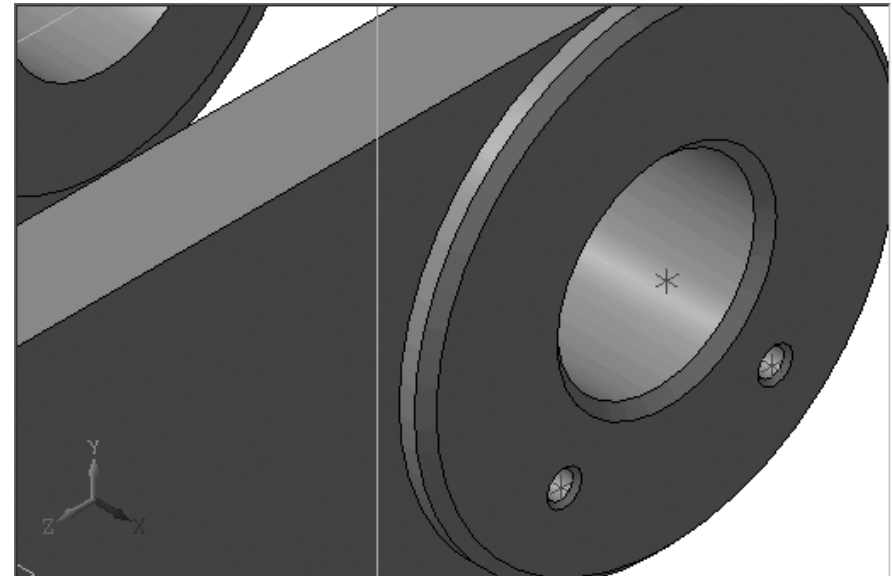

Рис. 3.83. Результат построения фасок на отверстиях под болты
- щелкните на **Панели специального управления** по кнопке **Создать объект** или нажмите комбинацию клавиш **Ctrl+Enter**. Появятся фаски на крепежных отверстиях детали (рис. 3.83).